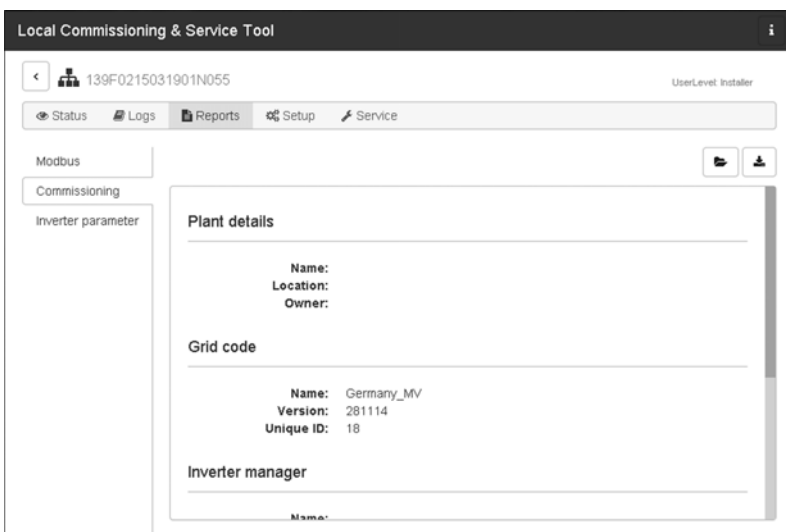

Figura 5.9 LCS-Tool – Rapporto di messa in funzione
13. Dopo la messa in funzione, è possibile scaricare un rapporto di messa in servizio dal menu **Reports**. Il rapporto contiene tutte le informazioni sulle impostazioni dell'inverter, inclusi i valori di disinserimento impostati per ciascun inverter. Il simbolo della cartella nel menu **Reports** consente di aprire la directory dei rapporti di messa in funzione (incluse le informazioni sul codice di rete). Vedere figura 5.9.